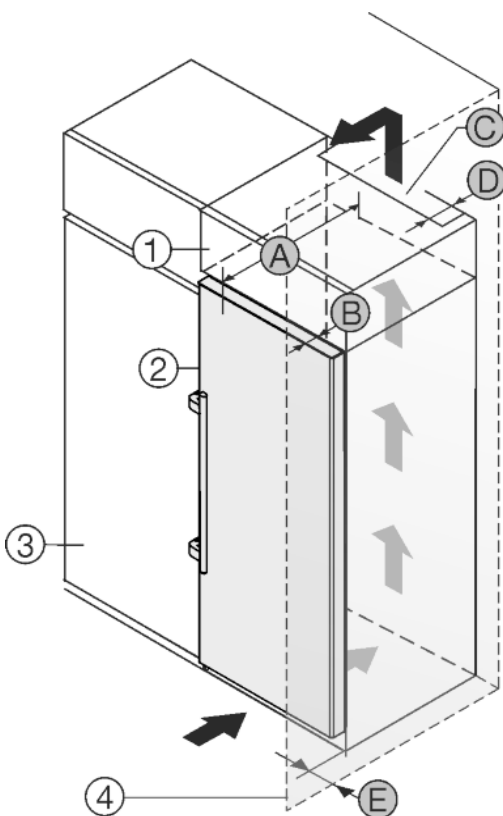

Fig. 25
Das Gerät kann mit Küchenschränken umbaut werden. Um das Gerät *Fig. 25 (2)* der Küchenzeilenhöhe anzugleichen, kann über dem Gerät ein Aufsatzschrank *Fig. 25 (1)* angebracht werden.
Das Gerät kann direkt neben dem Küchenschrank *Fig. 25 (3)* aufgestellt werden. Um die Tür vollständig öffnen zu können, muss das Gerät um die Tiefe *Fig. 25 (B)* gegenüber der Küchenschrankfront vorstehen. Abhängig von der Tiefe der Küchenschränke und Verwendung von Wandabstandshaltern kann das Gerät weiter herausragen.
- An der Rückseite des Aufsatzschrankes muss ein Abluftschacht mit der Tiefe *Fig. 25 (D)* über die gesamte Aufsatzschrankbreite vorhanden sein.
- Unter der Raumdecke muss der Entlüftungsquerschnitt *Fig. 25 (C)* eingehalten werden.
Wenn das Gerät mit den Scharnieren neben einer Wand *Fig. 25 (4)* aufgestellt wird, muss der Abstand *Fig. 25 (E)* zwischen Gerät und Wand eingehalten werden. Dies entspricht dem Griffüberstand bei geöffneter Tür.